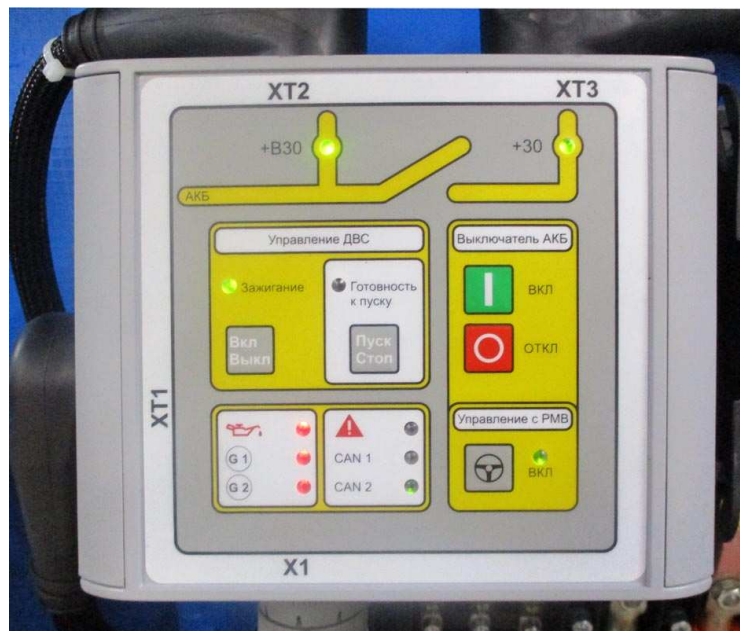

Рис. 3.32. Пульт управления в моторном отсеке
- 3 - контактор включения электропитания, совмещенный с пультом управления (рис. 3.32);
- включить питание от аккумуляторных батарей (если батареи не были включены ранее) сенсорной кнопкой 10  (рис. 3.32); при этом загорается контрольный индикатор +B30 ;
- включить стартер, для чего нажать на кнопку 11 (см. рис. 3.32) «Пуск/Стоп двигателя» .
Для останова следует нажать сенсорную кнопку 11  «Пуск/Стоп двигателя» (рис. 3.32).